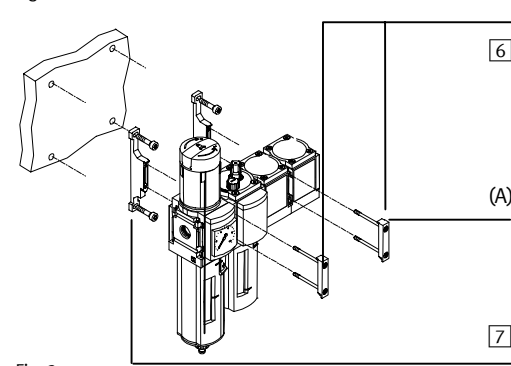
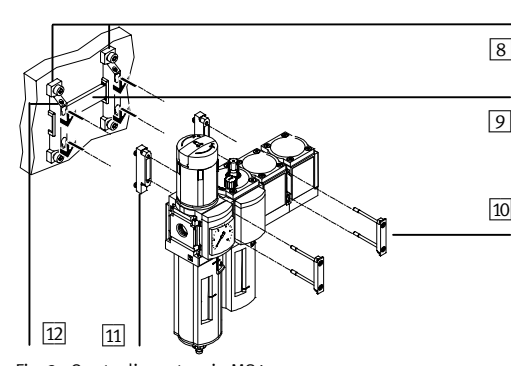

Fig. 2
Fig. 3a Quote di montaggio MS4...
Squadra per parete (v. Fig. 2)
- Tipo MS...-WP (v. Fig. 2)
3. Collocare i pannelli frontali 6 sul lato anteriore dei gruppi di trattamento aria (la copertura (A) del pannello frontale è rivolta verso l'alto).
- Tipo MS...-WPM (v. Fig. 3a/b)
- MS...-WPM (se bild 3a/b)
- Fäst först väggvinklarna (8) med vardera två skruvar på erforderliga ställen. Antal och position anges i tabell 2. Två olika breda distanser (9) MS...-WPM-D/2D gör det enklare att följa monteringsavstånden (se tabell 2).
- Vrid först båda fästsruvar genom de båda hålen i frontplattan (10).
- Placera de bakre plattorna (11) och frontplattorna (10) mellan serviceenheterna MS...-... .